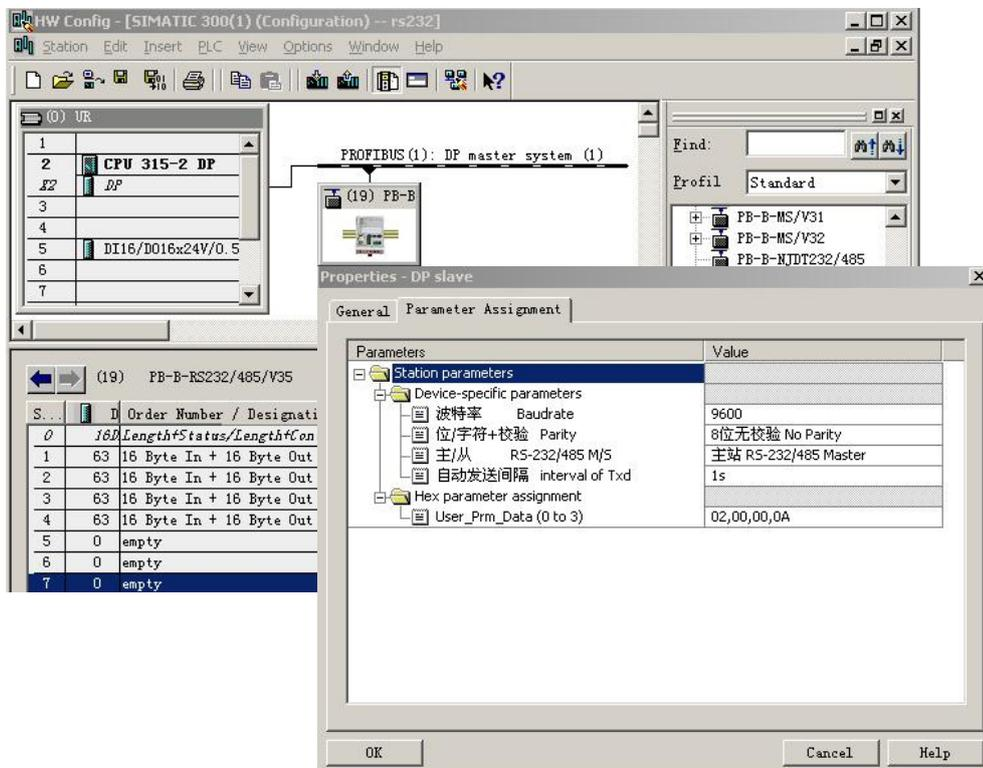

图 12
(3) 配置 PB-B-RS232/485/V35 的 RS232/485 接口
- ⑦ 双击 PB-B-RS232/485/V35，弹出设备配置窗口，选 Parameter Assignment，见图 12。
- ⑧ 配置 RS232/485 波特率：选中“波特率 Baudrate”→点击 9600，波特率设置完毕。
- ⑨ 同②选择“位/字符+校验”、“主/从”。
- ⑩ 同②设置“自动发送间隔”→1s。设置完毕→确定。